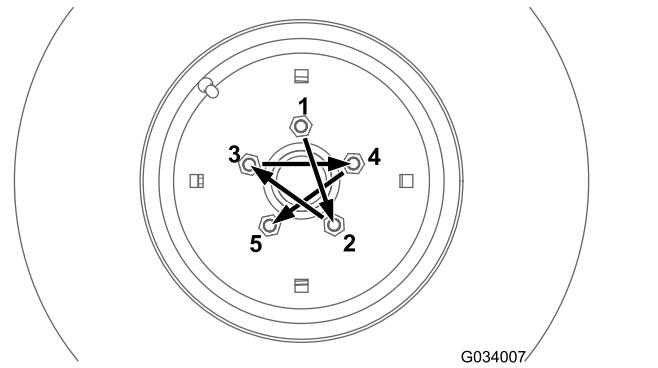
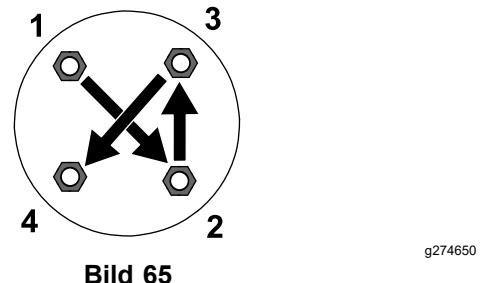

Bild 64
Bild 65
Ziehen Sie die Radmuttern an den Vorder- und Hinterrädern (nur Allradmaschinen) in einem kreuzförmigen Muster, wie in Bild 64 dargestellt, auf das angegebene Drehmoment an.Bild 65
- Vorderräder: siehe Bild 64
- Hinterräder (nur bei Allradmaschinen): siehe Bild 65